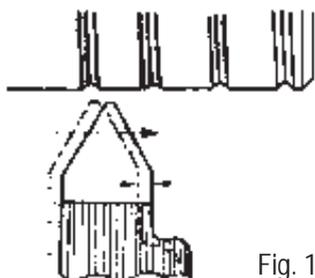

Fig. 10
e) Dé otra pasada de corte, dando una nueva profundidad de corte y desplazando longitudinalmente la herramienta (Fig. 10).